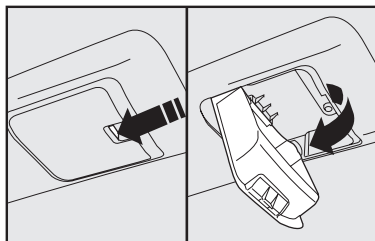

fig. 55
- En el techo del vehículo **fig. 55**.